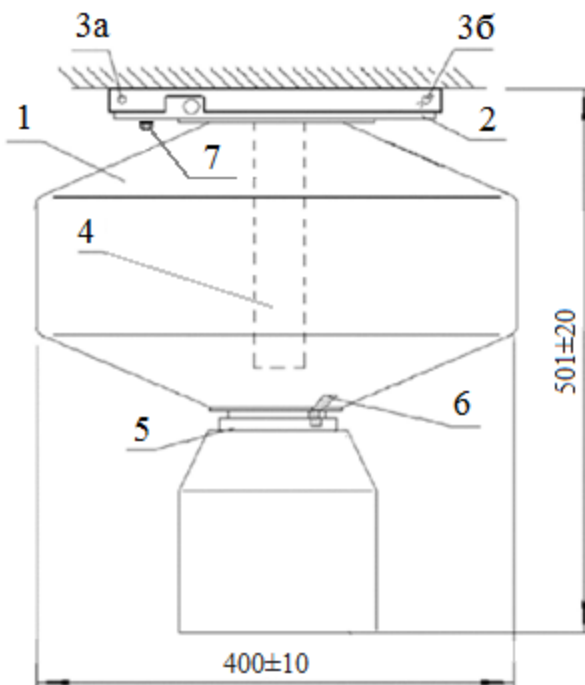

Рис.1. Конструкция МПП «Гарант-D».
4.1. Конструкция МПП «Гарант-D» представлена на рис. 1.